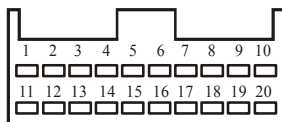

Рис. 32. Колодка иммобилизатора АПС-4, АПС-6.
- у автомобилей ВАЗ, оборудованных иммобилизаторами типа АПС-4 и АПС-6 в цепи K-Line между ЭБУ и колодкой диагностики включена колодка иммобилизатора. Проверьте наличие иммобилизатора. Если иммобилизатор отсутствует, проверьте наличие электрической перемычки между контактами 9 и 18 колодки иммобилизатора (Рис. 32);